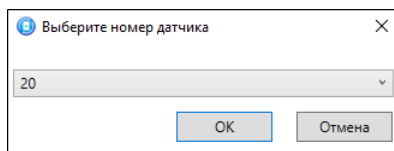
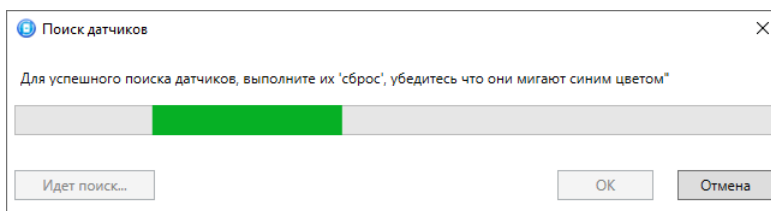

Рисунок 7.3 — Ввод номера радиоустройства
Рисунок 7.4 — Поиск радиоустройства
2. В открывшемся окне выберите будущий номер радиоустройства. Вы можете оставить наименьший доступный номер, который уже указан по умолчанию, или указать любой номер, незанятый другими радиоустройствами и ШС (см. рисунок 7.3). После этого контроллер начнет поиск радиоустройства (см. рисунок 7.4).